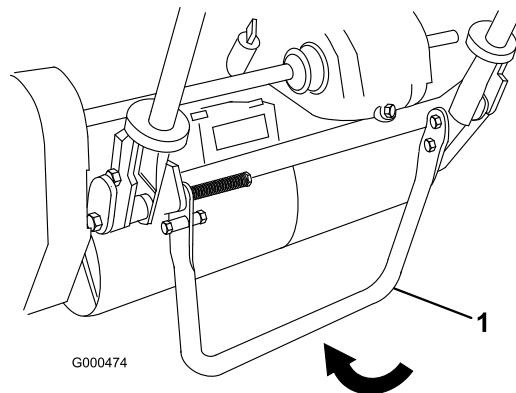

図 9
1. キック・スタンドを立てる (スタンドを足で下げながらハンドルを持ち上げる; 図 9)。